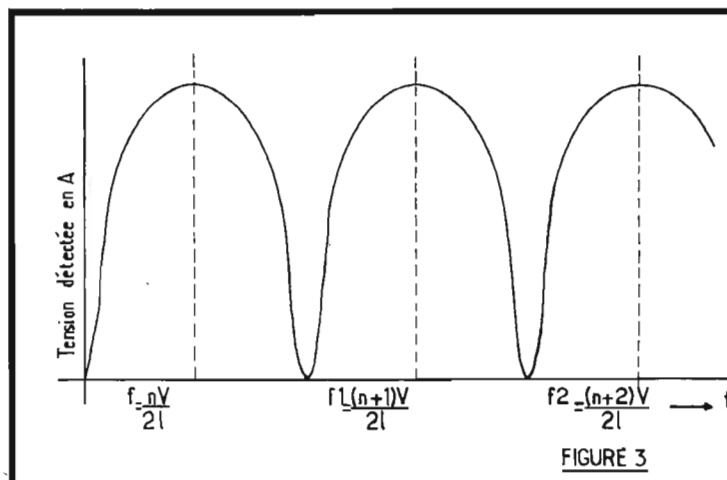
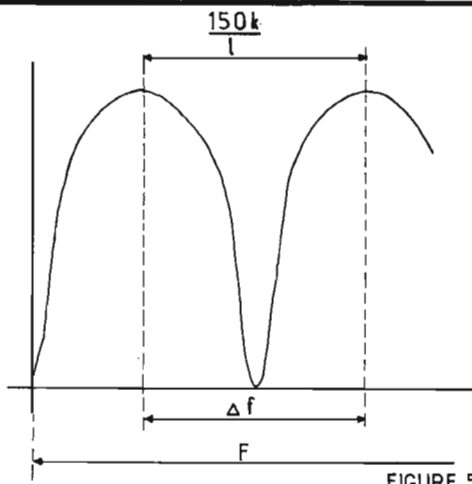

FIGURE 3
FIGURE 5
l'impédance d'entrée de la ligne est infinie, le générateur n'est pas chargé et la tension au point A est maximum (voir fig. 3). Cette condition sera reproduite pour des longueurs d'onde telles que l'on ait :
L'écart en fréquence entre deux maxima, sur la figure 3, sera donc proportionnel au coefficient de vélocité et inversement proportionnel à la longueur de la ligne.
gramme de la figure 5 qui n'est que la reproduction de la courbe de la figure 3 (cas d'une ligne sans perte). A l'aide d'un signal marqueur, soit contenu dans le générateur, soit injecté au point A par l'intermédiaire d'une faible capacité, on pourra s'assurer que l'écart en fréquence entre deux maxima est bien conforme à la formule (3); si la largeur de l'excursion en fréquence est F , il apparaîtra sur l'écran un nombre n d'ondulations complètes tel que :